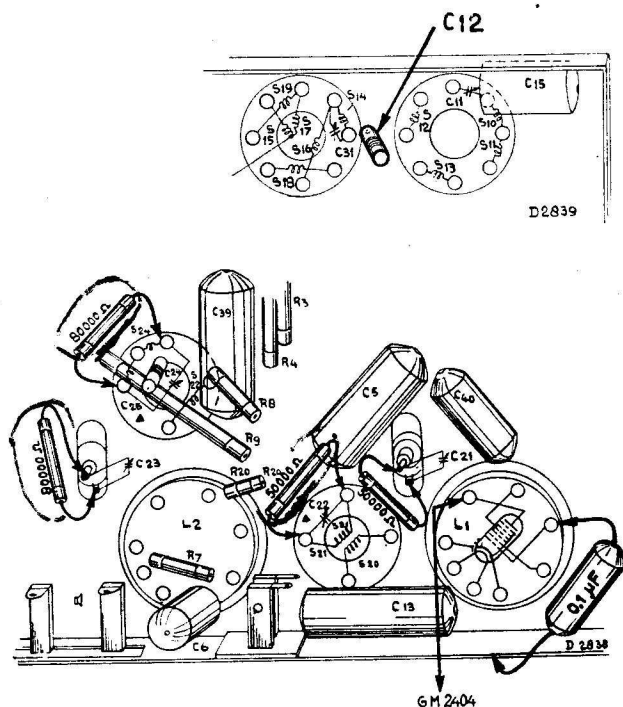

Fig. 3
5. Disposer une résistance de 50.000 ohms en parallèle sur C22 et de la même manière sur C23 une résistance de 80.000 ohms. (voir figure 3).
8. Shunter C21 à l'aide d'une résistance de 50.000 ohms et C24 à l'aide d'une résistance de 80.000 ohms (voir fig. 3).
3. Brancher l'amplificateur apériodique GM 2404 à l'anode de L1 (voir figure 3).
5. Mettre la première grille de la lampe mélangeuse à la masse à travers un condensateur de $0,1 \mu F$ (voir figure 3).
11. Régler C12 sur la puissance de sortie maximum (voir figure 3).